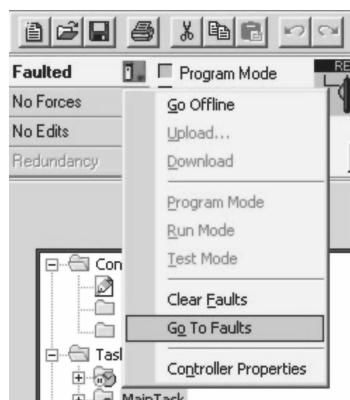

图 12-11 故障菜单
21. 最小化 Logix5000 任务监视器并单击 RSLogix5000 屏幕中文字“故障”(Faulted)旁边的“控制器”(Controller)图标。将出现一个下拉菜单。选择“转到故障部分”(Go To Faults),如图 12-11 所示。